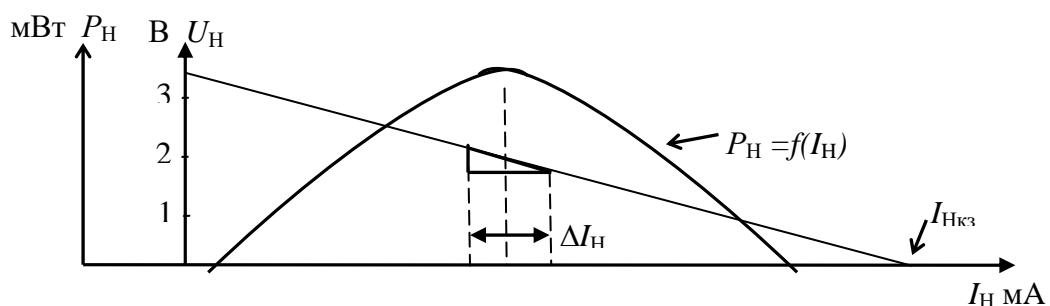

Рис. 3. Примерный вид характеристик
5.3 В тех же координатах постройте график зависимости $U_H = f(I_H)$, введя дополнительную ось для напряжения, масштаб которой отличается от масштаба оси по мощности. Около точки на характеристике, соответствующей максимальной мощности, постройте характеристический прямоугольный треугольник. Определите изменения тока ΔI_H и напряжения ΔU_H рис. 3.
Определите выходное сопротивление источника $r_0 = \Delta U_H / \Delta I_H$ рис. 3.
5.4 В тех же координатах постройте график зависимости $P_{ИСТ} = f(I_H)$ (на рис. 3 не показан).